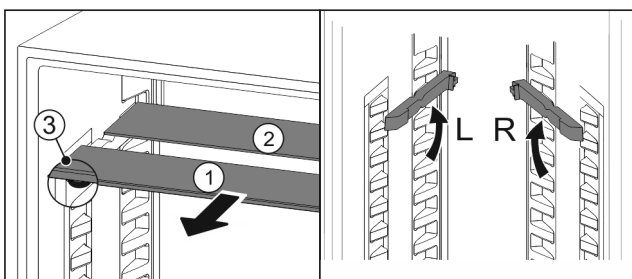

Fig. 30
- Посуньте Fig. 30 (1) скляну панель вперед.
- ▷ Скляна панель Fig. 30 (1) з декоративною планкою лежить спереду.
- ▷ Стопори Fig. 30 (3) показують вниз.